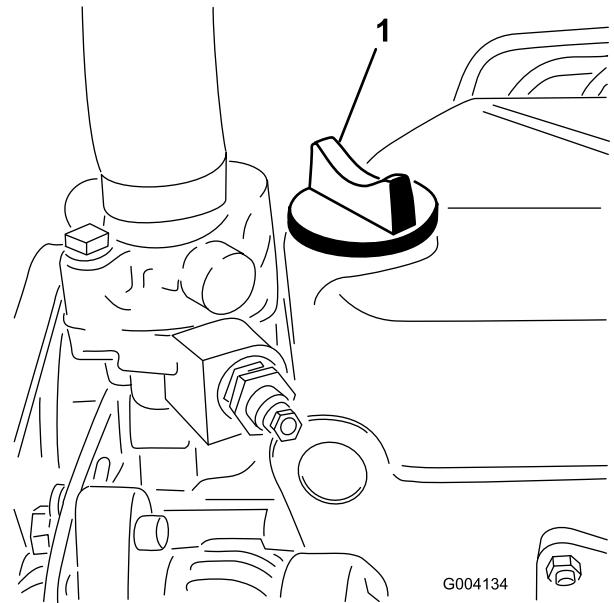

Figura 52
5. Si el nivel de aceite está por debajo de la marca LLENO, retire el tapón de llenado (Figura 52) y añada aceite hasta que el nivel llegue a la marca LLENO de la varilla.